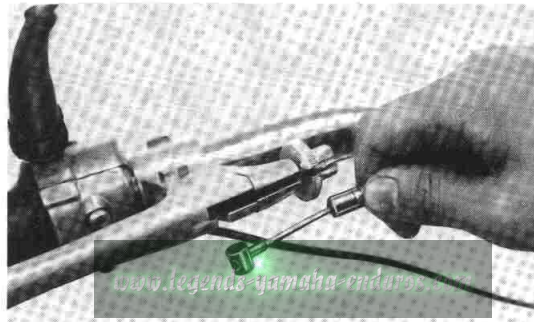

Fig. 5-2-1
1. Disconnect the brake cable at the front brake lever. (Fig. 5-2-1)
1. Détachez le câble de frein sur la manette de frein AV. (Fig. 5-2-1)